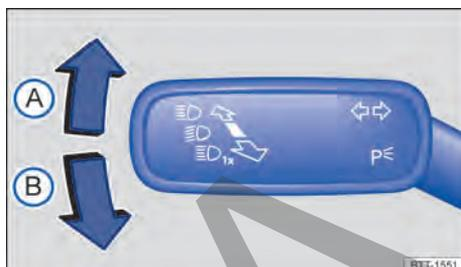

Fig. 74 A la izquierda en la columna de dirección: palanca de los indicadores de dirección y del farol alto.
- Colocar la palanca de los intermitentes y de la luz de carretera de la posición central a la siguiente posición → fig. 74:
- (A) Luz de estacionamiento derecha encendida.
- (B) Luz de estacionamiento izquierda encendida.